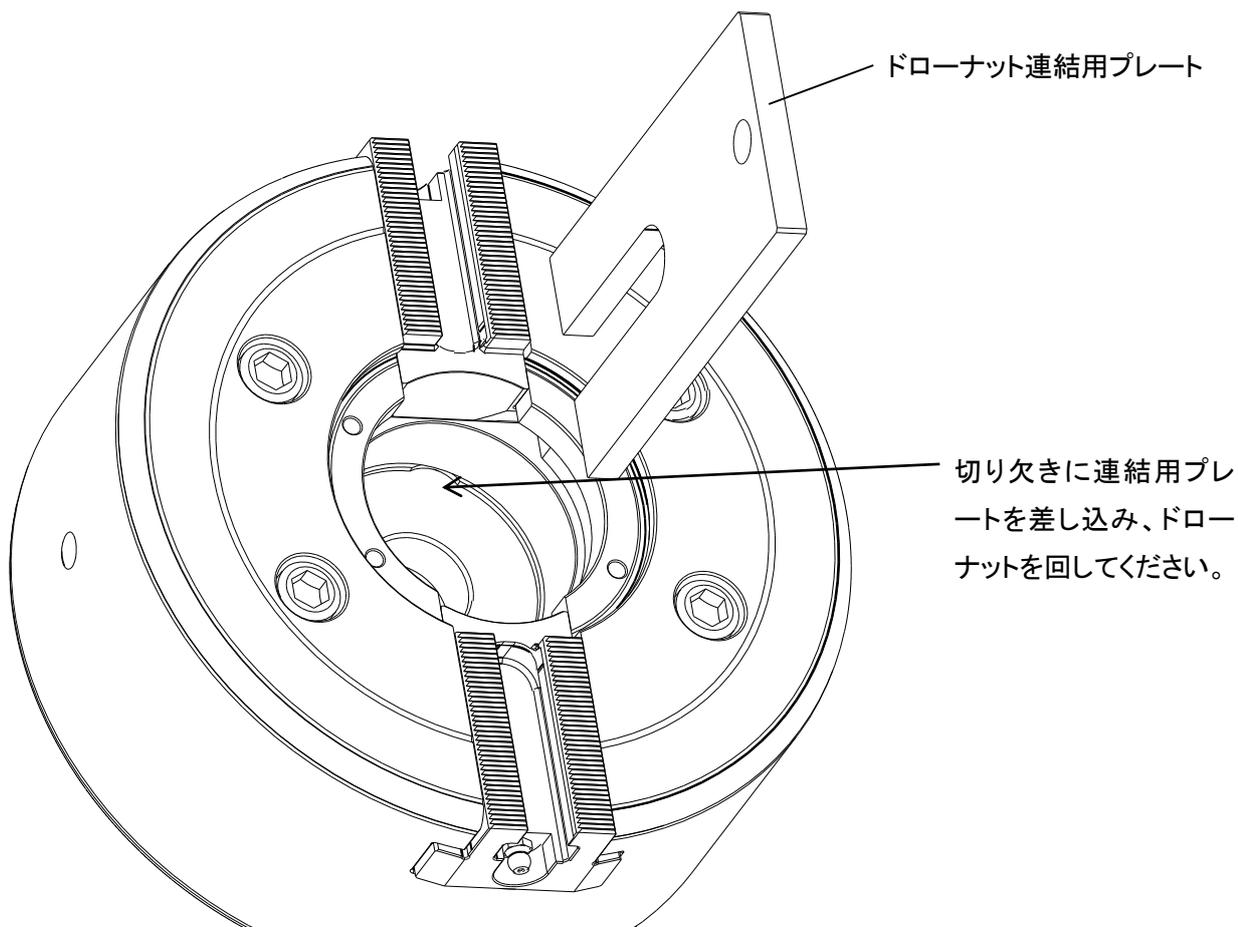

図 18
- ③ シリンダをスピンドルに取り付けてください。
- ④ シリンダの振れを確認し、異常が無いなら油圧ホースとドレンホースを取り付けてください。
- ⑤ 機械の電源を入れ、シリンダを 0.5MPa で 2～3 回作動させてください。異常が無いならピストンを前進端にして機械の主電源を切ってください。
- ⑥ チャックのソフトジョーとカバーを取り外してください。
- ⑦ 図 18 のように、ドローナット連結用プレートをチャックの中心穴に挿入し、ドローナットを回しながらドローパイプに連結してください。スムーズにねじ込めない場合は無理にねじ込まず、ねじの傾き等を確認してください。
- ⑧ ドローナットを回し、チャックがスピンドル取付面に完全に密着する状態にしてください。
- ⑨ チャック取付ボルトを均等に、規定トルクで締め付けてください。(「2.安全に係わる重要警告事項」参照)